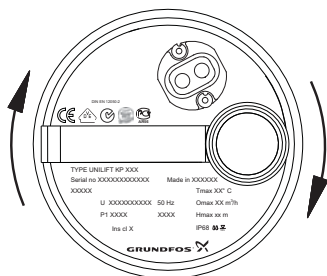

Fig. 9 Omdrejningsretning
3. Observér pumpen ved start. Hvis pumpen giver et lille ryk med uret, se fig. 9, er motorens omdrejningsretning korrekt. I modsat fald ombyttes to faser i nettilslutningen.